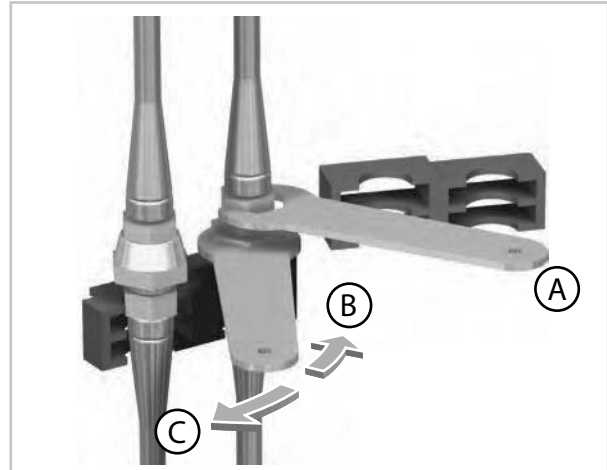

Fig. 15: Dévissage du contre-écrou de droite
- 11.►** Dévissez l'écrou-raccord de droite avec la clé plate SW 24 jointe. Résistez au mouvement au niveau du demi-accouplement supérieur avec la deuxième clé plate SW 21 (Voir la Fig. 15).